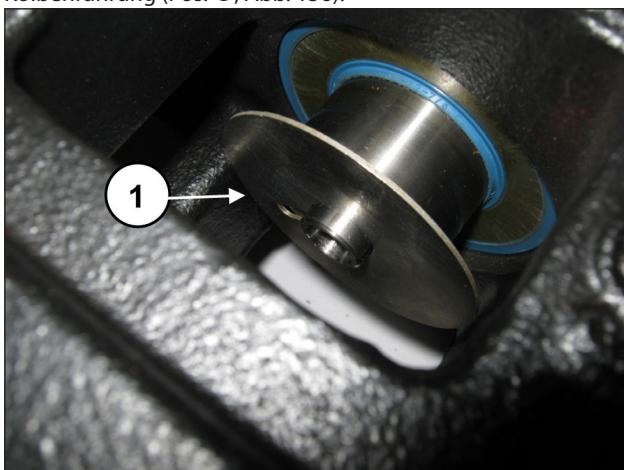

Abb. 156
Montieren Sie den Spritzschutzzring in die Aufnahme an der Kolbenführung (Pos. ①, Abb. 156).